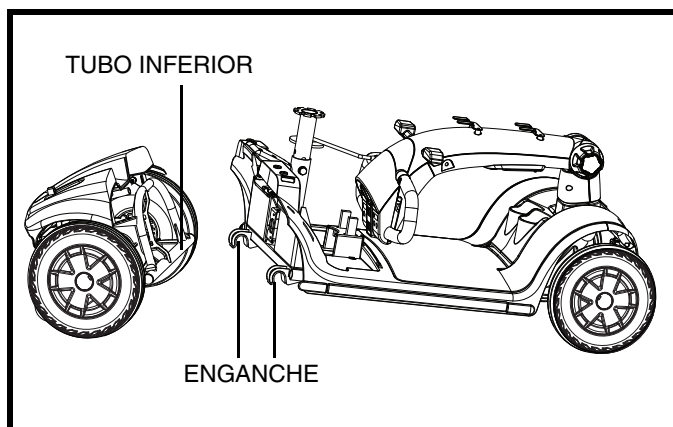

Figure 22. Separación de la estructura
4. Levante la sección frontal hasta que sus enganches se separen de la sección posterior (fig. 22).
5. Separe con cuidado las dos secciones del scooter (fig. 22).
1. Coloque las secciones frontal y posterior de su scooter como se muestra en la fig. 22.
2. Utilice la palanca de extracción para levantar la sección frontal a la vez que alinea los enganches de la sección frontal con el tubo inferior de la sección trasera (fig. 22).